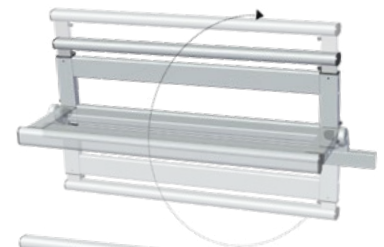

Abb. 2
1. Die Seitengitter lassen sich durch eine Schwenkbewegung aufrichten. In dieser mittleren Position bieten sie Schutz vor dem Herausfallen und eignen sich (kopfsseitig aufgestellt) als stabile Aufsteh- und Mobilisierungshilfe für die Bewohner*innen. (Abb. 2)